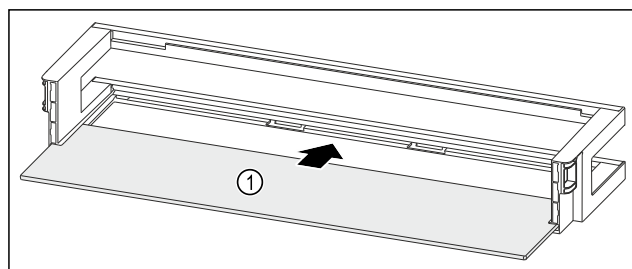

Fig. 230 Dvevní přihrádka s odkládací plochou
- Odkládací plochu Fig. 230 (1) zasuňte do bočních vybrání.